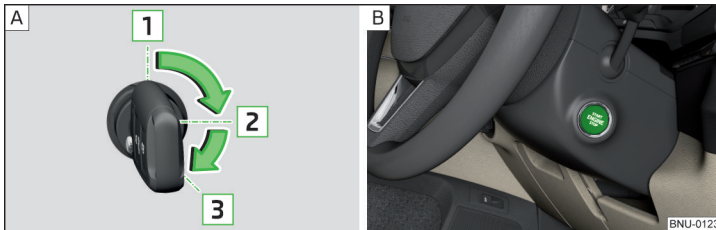

Fig. 235 Pozițiile cheii autovehiculului în butucul de contact / butonul de pornire
Pozițiile cheii autovehiculului în butucul de contact » fig. 235 - A
» Apăsăți butonul » fig. 235- B, contactul se cuplează/decuplează.
- » La autovehicule cu **butuc de contact**, rotiți cheia în poziția 3 » fig. 235 la pagina 205 - A, are loc procedura de pornire. Apoi eliberați cheia, motorul pornește automat.
- » La autovehiculele cu **buton de pornire**, apăsați scurt butonul » fig. 235 la pagina 205 - B, motorul pornește automat.
- » La autovehiculele cu **butuc de contact**, rotiți cheia în poziția 1 » fig. 235 la pagina 205 - A.
- » La autovehiculele cu **buton de pornire**, apăsați butonul » fig. 235 la pagina 205 - B, motorul este oprit simultan cu decuplarea contactului.
► Mențineți apăsat butonul » fig. 235 la pagina 205 -  sau apăsați-l de două ori în interval de 1 secundă.